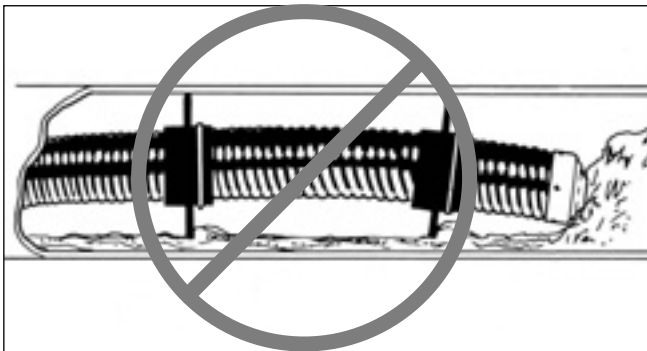

Figure 17 – Ne pas utiliser la tête de caméra pour dégager les obstacles
Ne tentez pas de dégager les obstacles avec la tête de caméra ! Cela risque d'entraîner sa défaillance. Le SeeSnake® est un appareil de sondage prévu pour la seule localisation des anomalies. D'autres types d'outils doivent être utilisés pour effectuer les réparations nécessaires. Il ne doit jamais servir au dégagement des obstacles (Figure 17).
4. Un autre moyen d'assurer la longévité de la caméra est de ne pas utiliser la tête de caméra pour tenter de déloger les obstacles qui se trouvent à l'intérieur des canalisations (*se reporter à la Figure 17*).